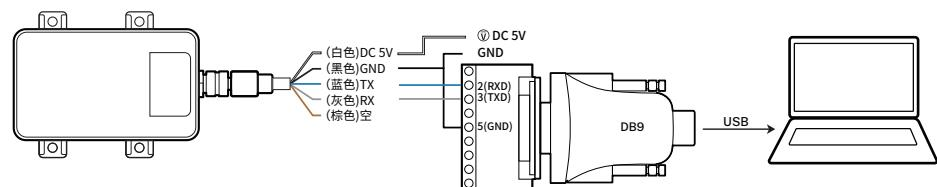

图 6. L4s/L4s-Filled 接 DB9 接线图 (棕色线不接)
1. 按照图 6 所示, 外接 DC5V 给 L4 模块供电, 注意 DB9 转接线要与模块共地;